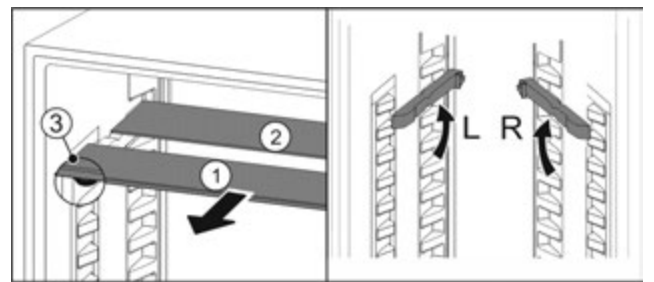

Fig. 29
- ▶ Посуньте Fig. 29 (1) скляну панель вперед.
- ▷ Скляна панель Fig. 29 (1) з декоративною планкою лежить спереду.
- ▷ Стопори Fig. 29 (3) показують вниз.